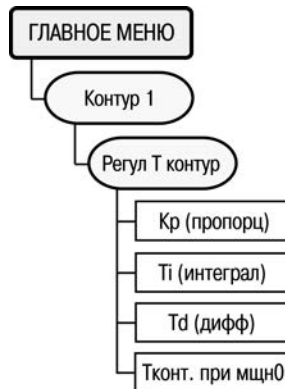

Рисунок 6.15
6.12.22 Для задания параметров, определяющих функционирование регулятора контура 1, служит пункт меню //**Контур 1/Регул.Тконтур 1** (рисунок 6.15). В этой ветви располагаются параметры ПИД-регулятора, используемые при управлении КЗР контура 1. Коэффициенты могут быть определены автоматически в режиме автонастройки **АНР контур 1**.